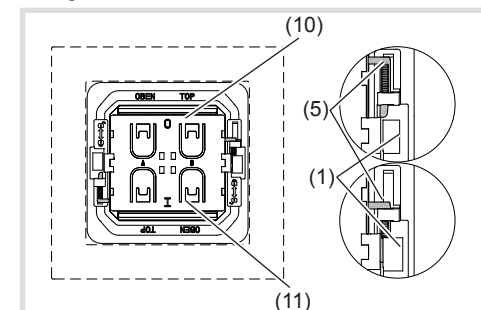

Bild 4: Entriegeltes und verriegeltes Funk-Modul
- Den Rahmen (2) entlang der Verriegelungszapfen (1) auf die Tragplatte setzen.
- EnOcean Funk-Modul (3) über die Verriegelungszapfen auf die Tragplatte setzen. Dabei die Kennzeichnungen in der Mitte des Moduls beachten – 0 muss oben (10) und 1 unten (11) liegen.
- Die gelben Verriegelungsstifte (5) links und rechts am Funk-Modul nach oben/unten bis zum Anschlag unter die Verriegelungszapfen (1) schieben (Bild 4).
- Wippe (4) lagerichtig auf das Funk-Modul auflegen und andrücken bis sie einrastet.